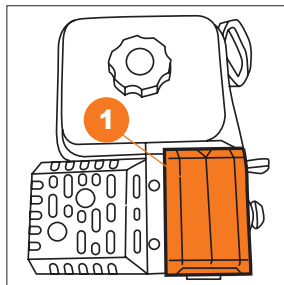

Рис. 15
- Откройте крышку ❶ отсека для аккумулятора (Рис. 15).